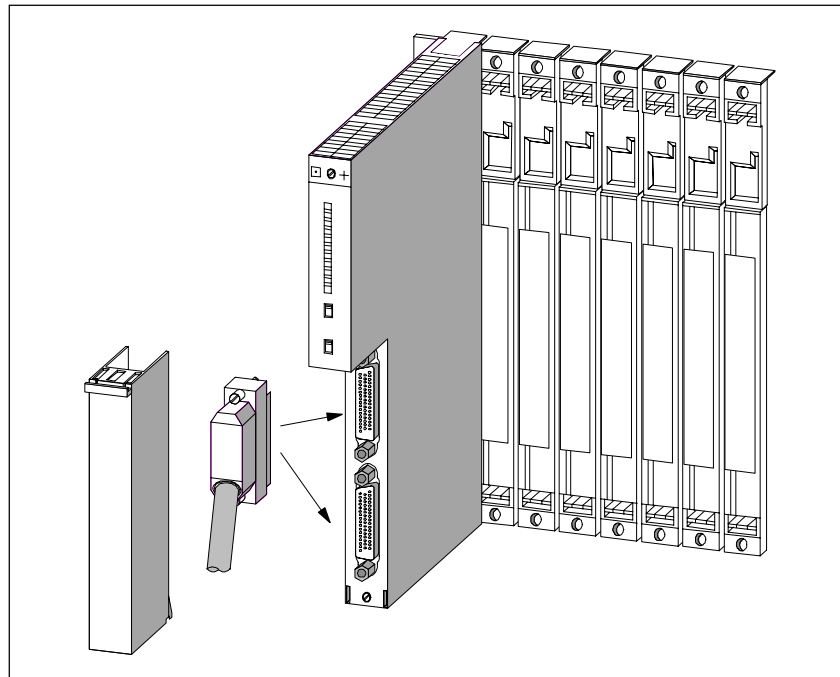

Рис. 6-15. Вставка соединительного кабеля в передающий ИМ
4. Вставьте вилку разъема первого соединительного кабеля в розетку одного из разъемов передающего IM и закрепите разъем винтами (см. рис. 6-15).
8. Вставьте свободный конец соединительного кабеля в вилку верхнего разъема (принимающий интерфейс) принимающего IM и привинтите разъем (см. рис. 6-15).
На рис. 6-15 показано, как вставить соединительный кабель в IM.